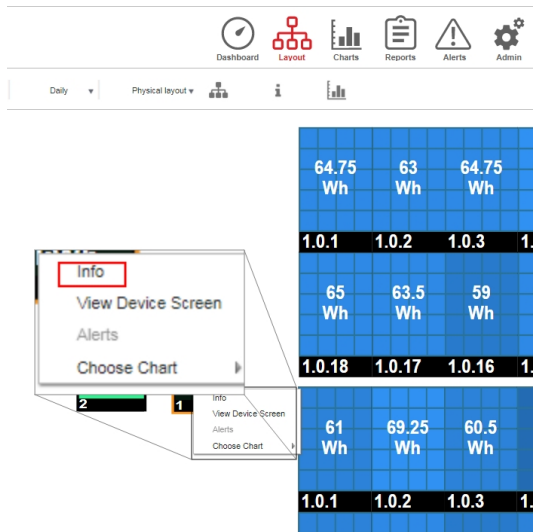

Figura 23: Menu dell'inverter
2. Fare clic con il pulsante destro del mouse sull'inverter e selezionare **Info** dal menu (Figura 23). Viene visualizzata la finestra con i dettagli dell'inverter (Figura 24).